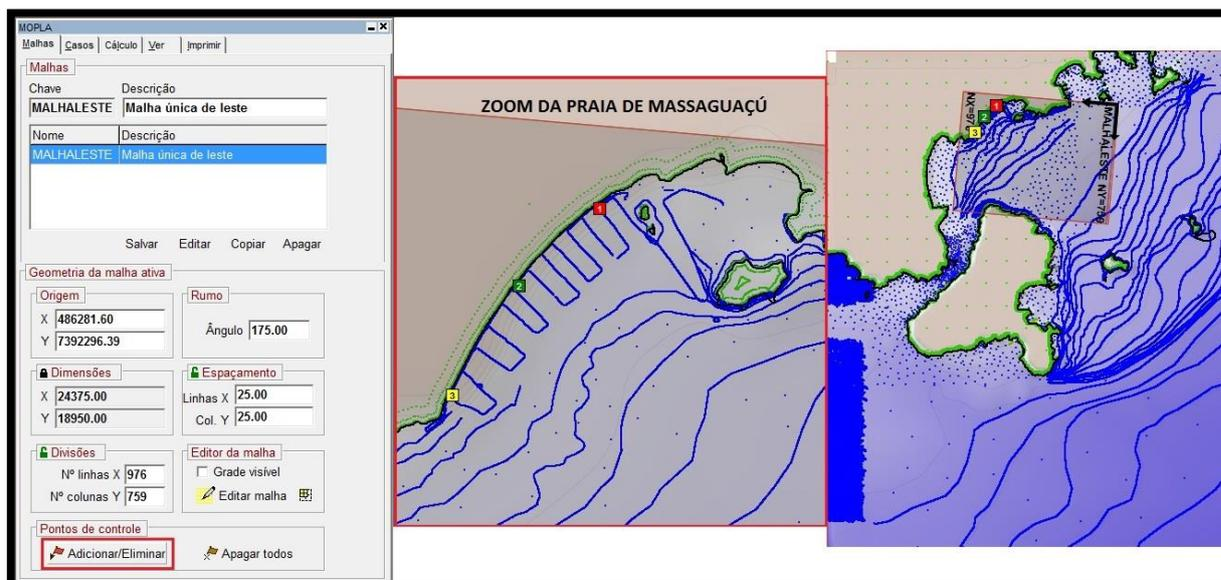

Figura 29 – Valores para Origem, Ângulo, Dimensões, Espaçamento e Divisões a serem definidos para criar a malha.
- 38) Na sequência, gerar três pontos de controle próximos à praia como mostrado na Figura 29, utilizando o botão com "Adicionar/Eliminar" (bandeira vermelha);